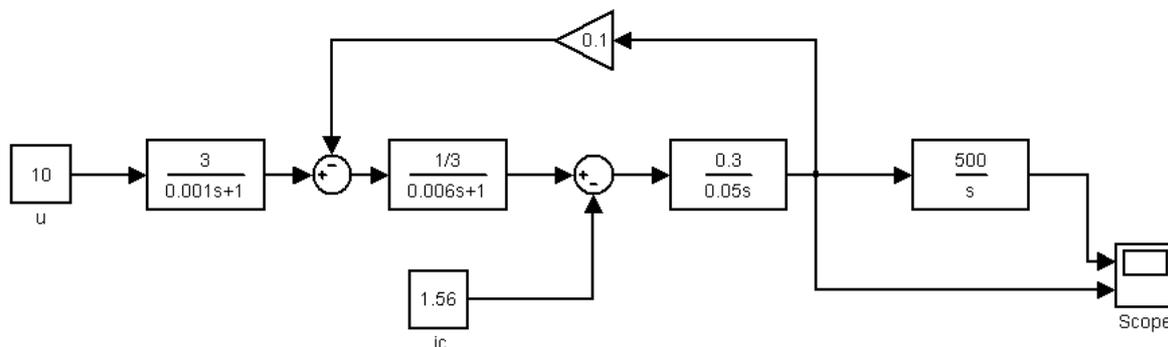

Рис. 4. Блок-схема цифровой модели
**Порядок выполнения:** Используя блоки библиотек\* (приложение 1) составляем структурную схему силовой части электропривода (рис. 4):